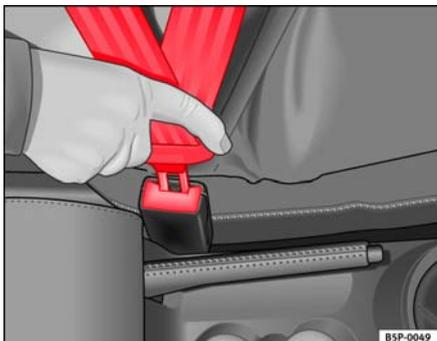

Fig. 12 Cierre y lengüeta del cinturón de seguridad
- Introduzca la lengüeta en el cierre del asiento correspondiente hasta que encastre de un modo audible ⇒ fig. 12.